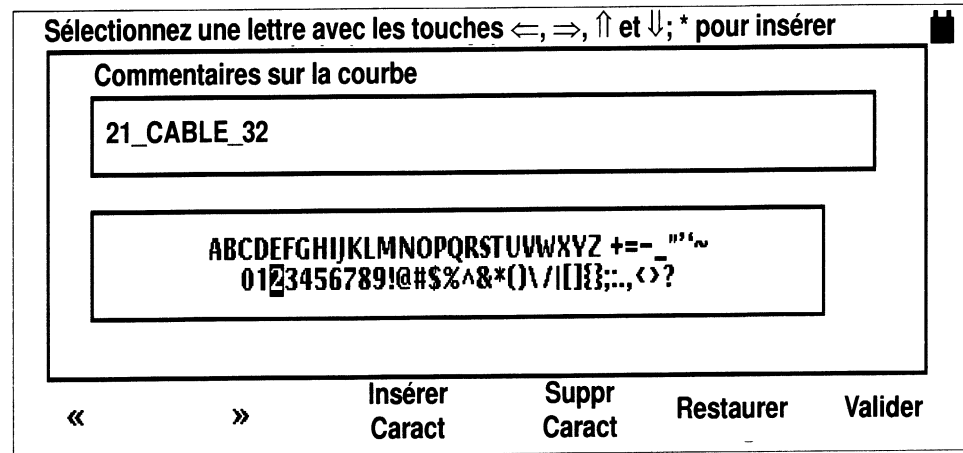

Figure 1–16 : Ecran de saisie de texte
- Placez la surbrillance sur une ligne vide (si la surbrillance se trouve sur une courbe existante, cette dernière sera supprimée) et appuyez sur la touche Sauve. La courbe est sauvegardée et un écran de saisie de texte s'affiche (figure 1–16).